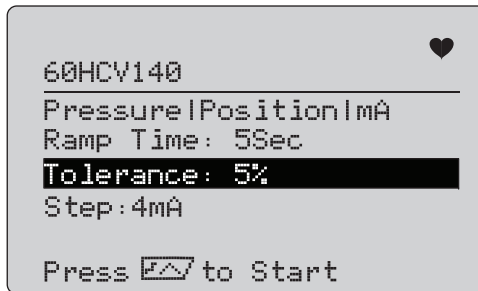

Abbildung 52. Einstellung Signaturtest
1. Das Menü „**Signature Test**“ (**Signaturtest**) aufrufen. Siehe Abbildung 52.